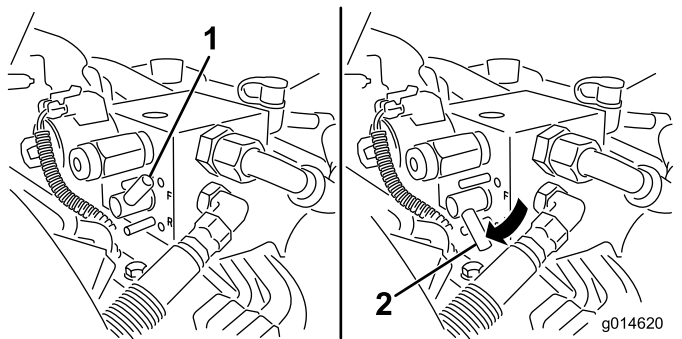

図 55
5. バックラップレバーを逆転R位置にセットする 図 55。